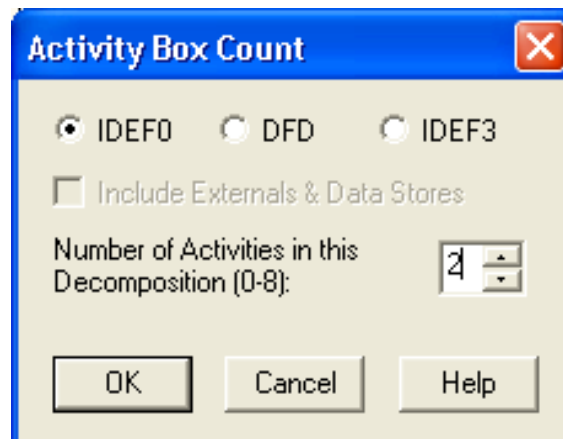

Рис. 3.3. Диалоговое окно декомпозиции блока
5. Укажите тип диаграммы **IDEF0** (рис. 3.3.) и нажмите ОК.